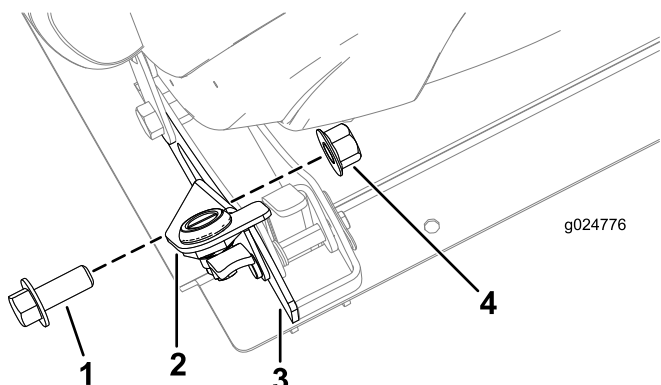

Figura 60
9. Prenda o suporte do bloqueio na placa de reforço exterior do banco com o parafuso de cabeça sextavada (12 x 20 mm) e a porca de bloqueio (12 mm) como se mostra na Figura 60.